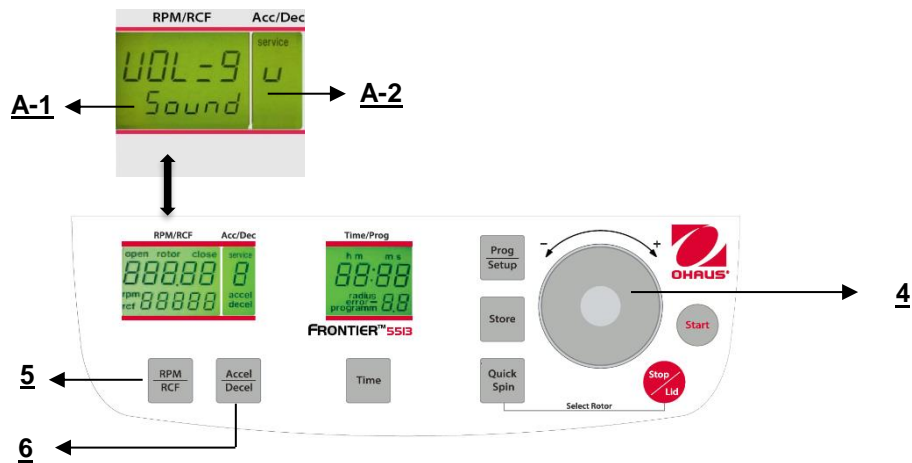

Abbildung. 31
Fahren Sie fort wie unter Punkt 4.1.2 beschrieben, um in den Programmmodus einzutreten und drücken Sie dann die Taste "**Accel/Decel**"(6). Auf der Anzeige "**Acc/Decel**" (A-2) blinkt das Wort "**Service**". Wählen Sie nun den Buchstaben "**U**" mit Hilfe des Anpassungs Wählscheibe (4). Als Ergebnis erscheinen auf der Anzeige "**RPM/RCF**" (A-1) die Worte "**Vol=0- 9/Sound**". Nach dem Drücken der Taste "**RPM/RCF**" (5), können Sie die gewünschte Lautstärke zwischen 0 (leise) und 9 (laut) mit dem Anpassungs Wählscheibe (4) anpassen (siehe Abbildung 31).